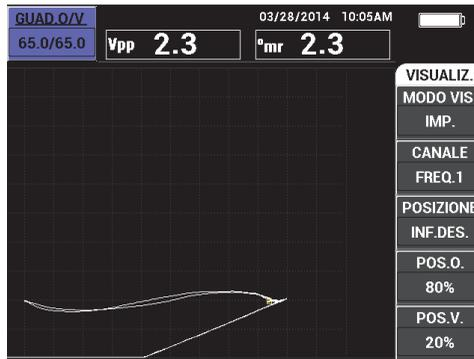

Figura 4-3 Lift-off della sonda—inizialmente non orizzontale
- Il tracciato del lift-off non è orizzontale (vedere Figura 4-3 a pagina 83).